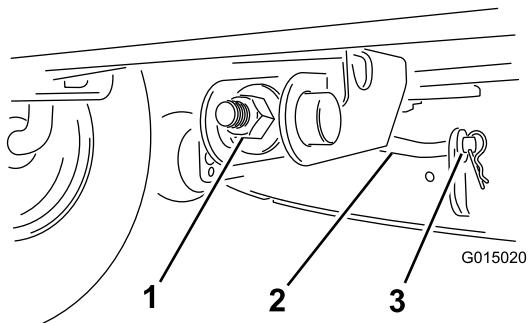

Figura 33
- Retire el pasador de horquilla y la arandela de la varilla de soporte delantera (Figura 33), y baje el cortacésped con cuidado al suelo.
- Conecte la varilla de soporte delantera a la carcasa del cortacésped con la arandela y el pasador de horquilla (Figura 33).